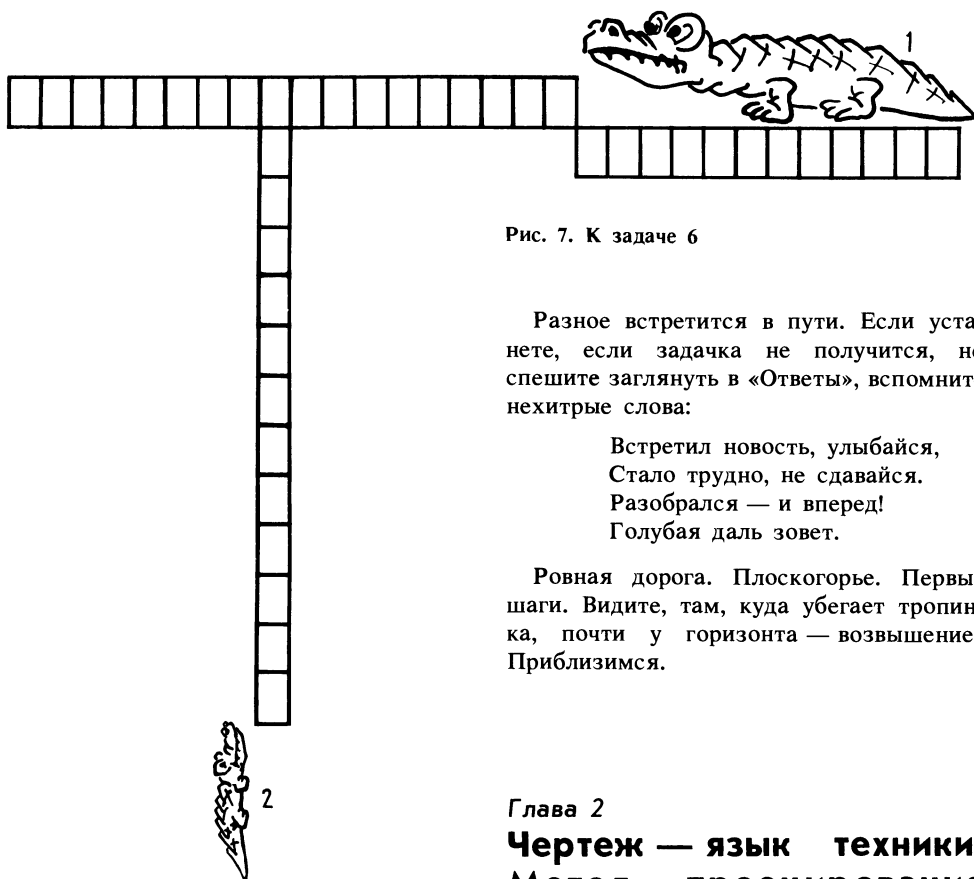

Рис. 7. К задаче 6
6. Определите, столкнутся или нет два шалуна-крокодильчика (рис. 7), если известно, что у крокодильчика 1 скорость 0,66 м/с, а у крокодильчика 2 — 1 м/с.